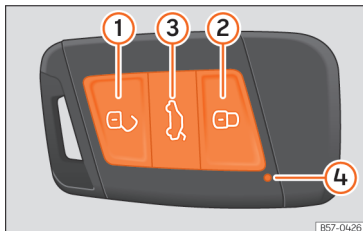
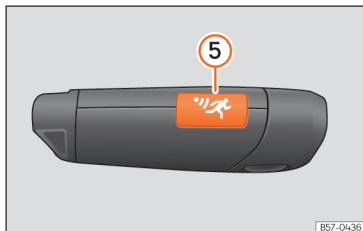

Abb. 73 Fahrzeugschlüssel für das Fahrzeug.
Abb. 74 Fahrzeugschlüssel mit Alarmtaste.
Legende zu » Abb. 73, » Abb. 74
Durch kurzes Drücken der Taste auf dem Fahrzeugschlüssel blinkt die Kontrollleuchte ④ » Abb. 73 einmal kurz, durch Drücken eines längeren Zeitraums blinkt diese mehrere Male, z. B. beim Komfortöffnen.